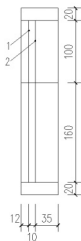

图 5.13 绘制“花瓶”的辅助线
(1) 在图中空白处，按照图 5.13 所示的尺寸，用【矩形】、【分解】、【偏移】、【修剪】等命令绘制图形。